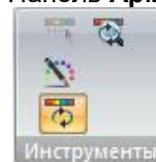

Рис. 148. Панель **Инструменты**
- **Инструменты** (рис.148) – основные инструменты для настройки режима графического отображения схемы, функции по дополнительному анализу результатов, а также связаться с результатами стального расчета.